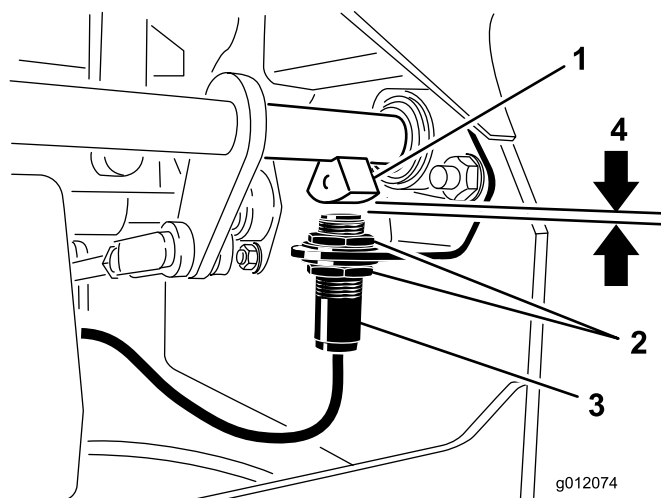

Figura 53
4. Mueva el interruptor hacia arriba o hacia abajo en el soporte hasta que la distancia entre el sensor del eje del freno y el émbolo del interruptor sea de 3,9 mm (Figura 53).